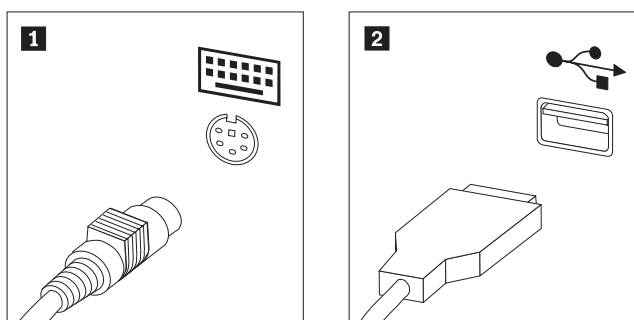

図 43. キーボード・コネクター、標準および USB
3. キーボード・コネクターの位置を確認します。図 43 を参照してください。